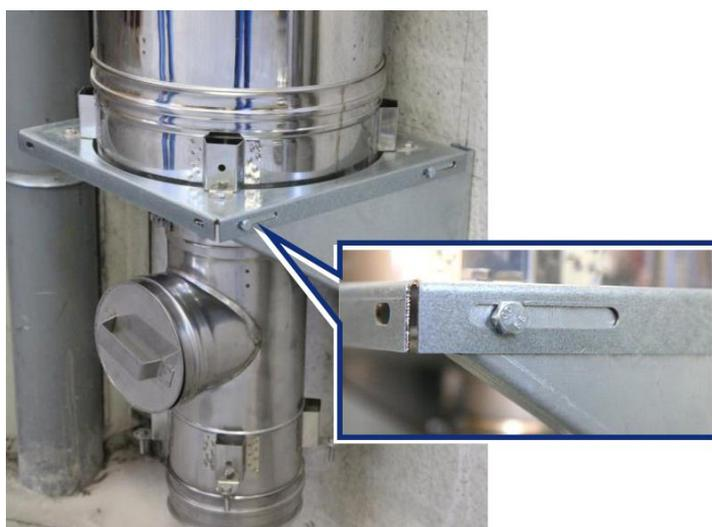

Figure 3
- (\* ) Vous pouvez coulisser l'élément de base vers l'avant ou l'arrière à l'aide des vis et des trous oblongs sur le côté (Figure 3).